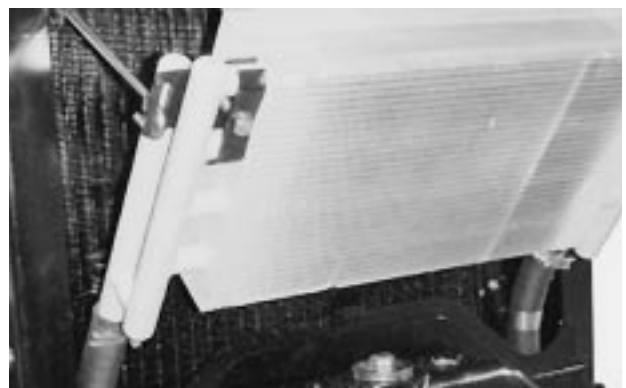

図 48
3. オイル・クーラのノブをゆるめ、クーラーを後ろに傾け（図48）、オイル・クーラとラジエターの裏表を水または圧縮空気で丁寧に清掃する。清掃が終了したらオイル・クーラを元に戻しノブを締める。